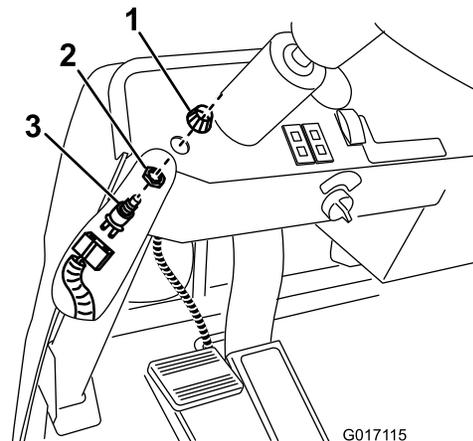

図 3
3. スイッチのボディから出ているねじ山部分に、平たい、大きい六角ナットを通す (図 3)。
5. このコネクタ (スロットが 2 つの平たいコネクタ) をホーンスイッチに接続する (図 3)。
6. スイッチアセンブリを、ダッシュボードに開けた取り付け穴に、裏側からはめ込む（図 3）。
7. ホーンのフェースナットをスイッチのねじ部にねじ込んでアセンブリをダッシュボードに固定する（図 3）。